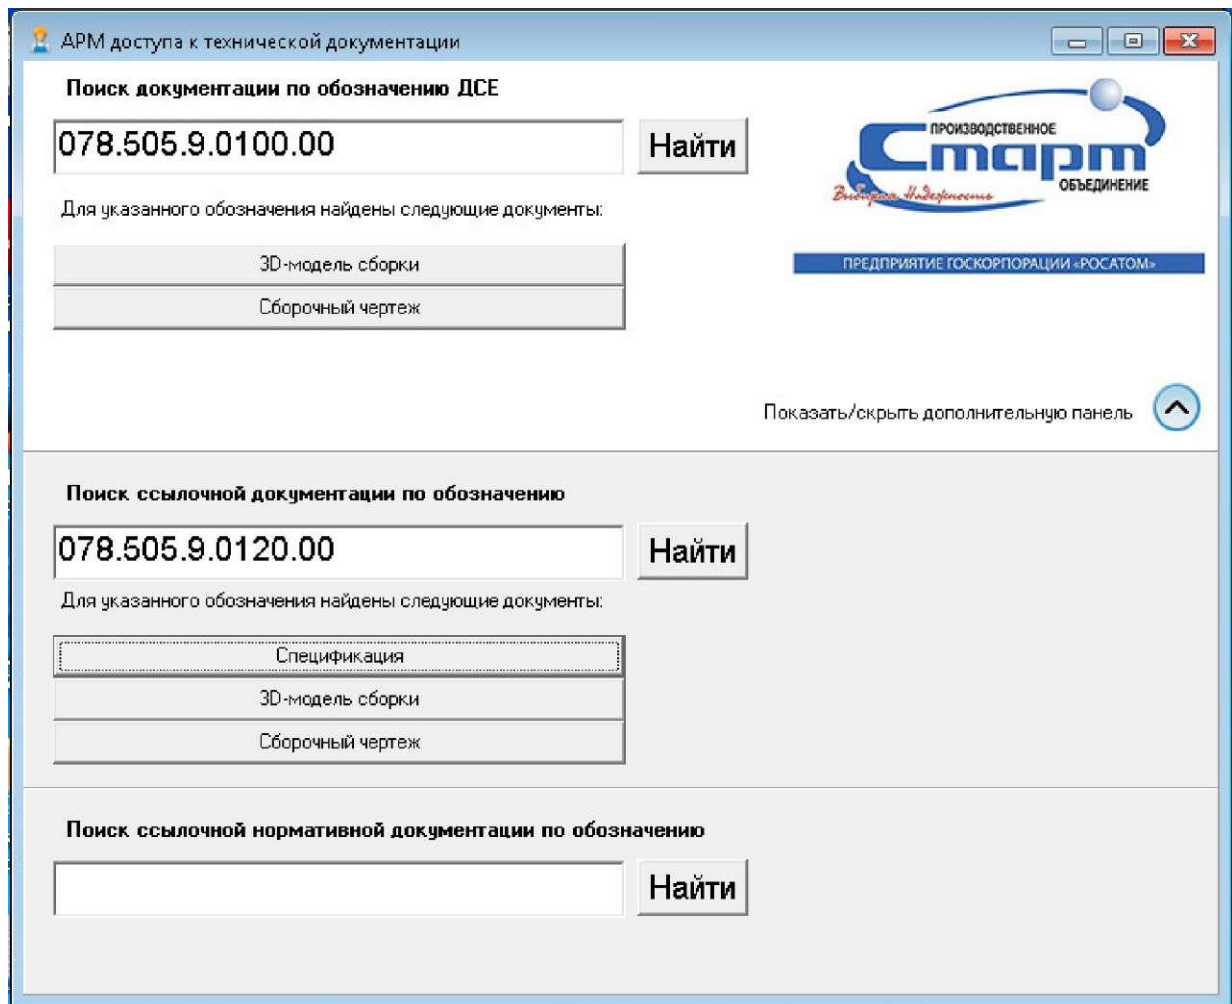

Рисунок 11 - Результаты поиска ссылочной документации
5.4.5 Результатом поиска будут являться зарегистрированные и поставленные на архивный учет электронные документы в информационной системе (см. рисунок 11).